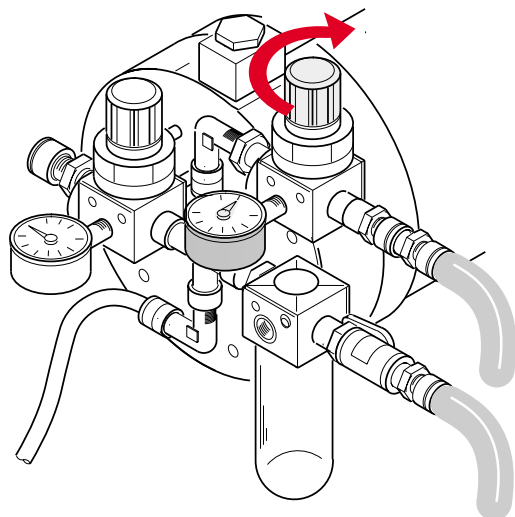

Fig.33
10) Regolare la pressione aria pistola portandola ad un valore adeguato in base al tipo di prodotto da erogare (fig.33).